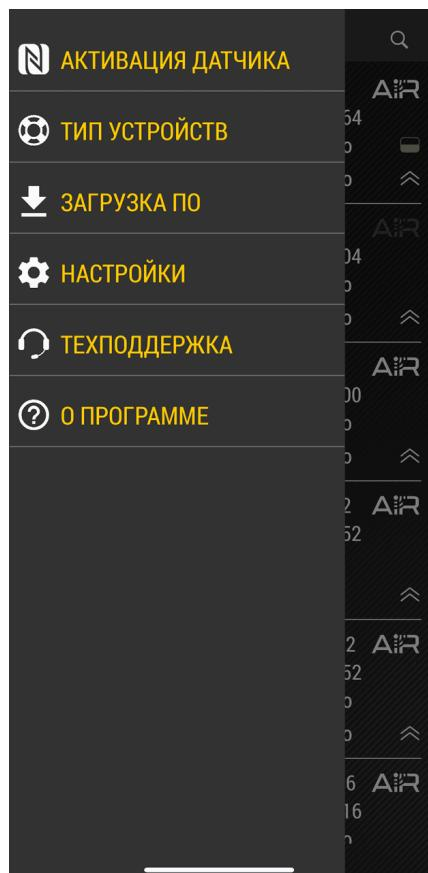

Рис.40. Загрузка ПО
2. Далее выберите в списке вариант «Загрузка ПО» (**Рис.40**).